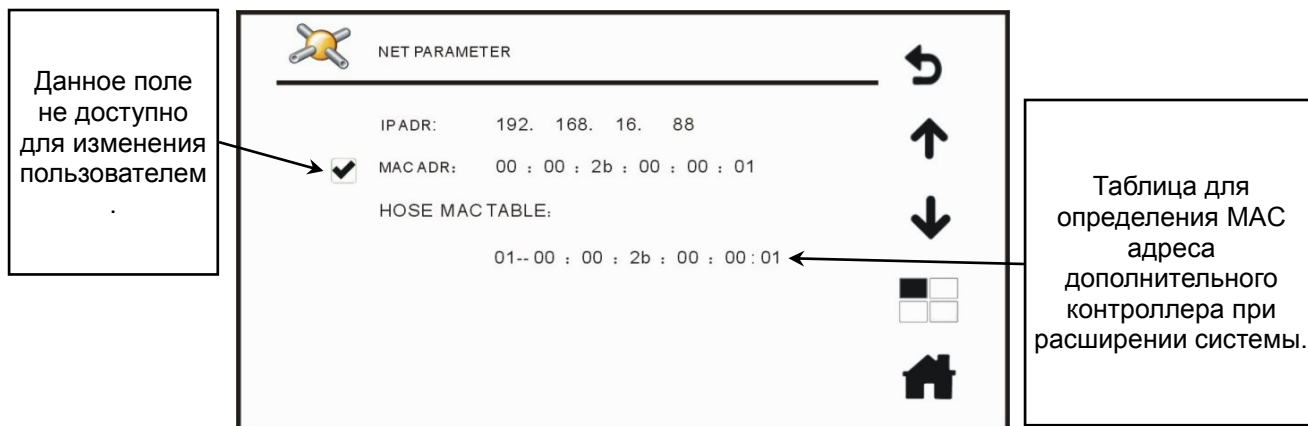

Рис. 4.26. Меню сетевых параметров
1. В окне **SETTINGS** (системные настройки), которое изображено на Рис. 4.25, нажмите кнопку подменю **NET PARAMETER** (сетевые параметры) и войдите в меню сетевых параметров для просмотра сетевой конфигурации системного оборудования. Здесь же можно делать запросы MAC-адресов оборудования. Меню сетевых параметров изображено на Рис. 4.26.